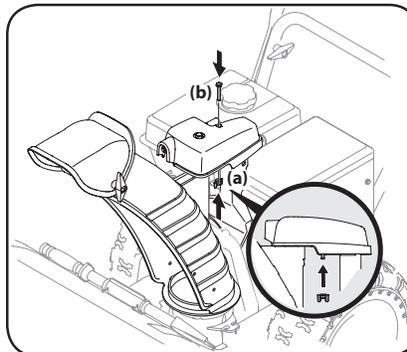

Figura 2-17
3. Termine de sujetar el cabezal de control del canal a la ménsula de soporte del canal con la tuerca de mariposa (a) y el tornillo hexagonal (b) que extrajo en el Paso 1. Consulte Figura 2-17.